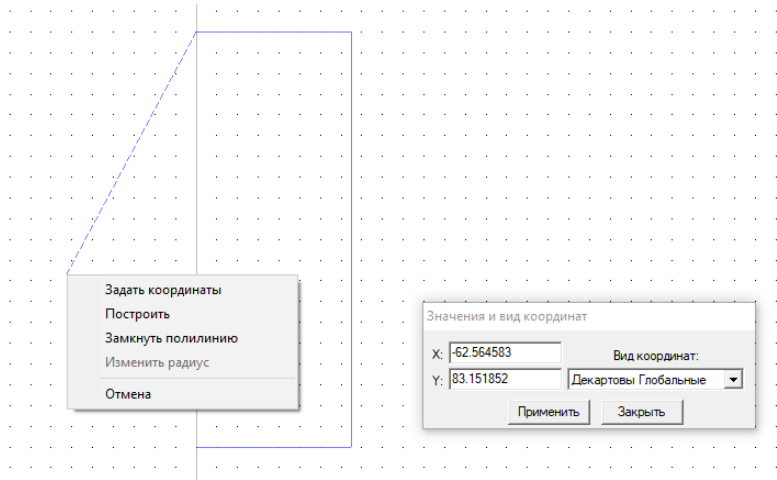
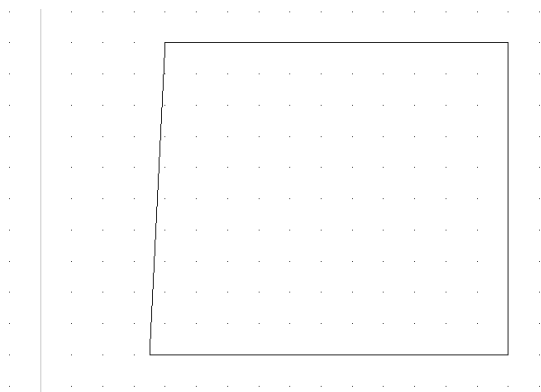

Рис. 30. Контекстное меню
Рис. 33. Чертеж подкладного кольца
Активируйте команду **Полилиния** . Введите координаты начала первого отрезка (0;0) и нажмите **Применить** , окно ввода координат при этом не закроется. Введите координаты второй точки (75;0) и нажмите **Применить**. На экране появится отрезок. Введите конец следующего отрезка (75;200), затем (0;200), постоянно фиксируя точки нажатием кнопки **Применить** . Чтобы замкнуть контур, воспользуйтесь функцией **Замкнуть полилинию** . Для ее использования нужно вызвать контекстное меню, нажатием в любом свободном месте окна геометрических построений правой кнопки мыши (рис. 30). Также, чтобы замкнуть контур, вы можете ввести координаты (0;0) и при помощи того же контекстного меню активировать функцию **Построить** . При верном построении контур изменит свой цвет (рис. 31).
**Первый способ.** Активируйте команду **Полилиния** . Введите координаты первой точки (35; -110), второй (150; -110), третьей (150; -10) и четвертой (40; -10), каждый раз фиксируя их нажатием кнопки **Применить** . Для замыкания контура воспользуйтесь командой **Замкнуть полилинию**  контекстного меню (рис. 30), либо введите координаты первой точки (35; -110) и воспользуйтесь командой **Построить** . Результат на рис. 33.
**Построить**  . Результат на рис. 33.